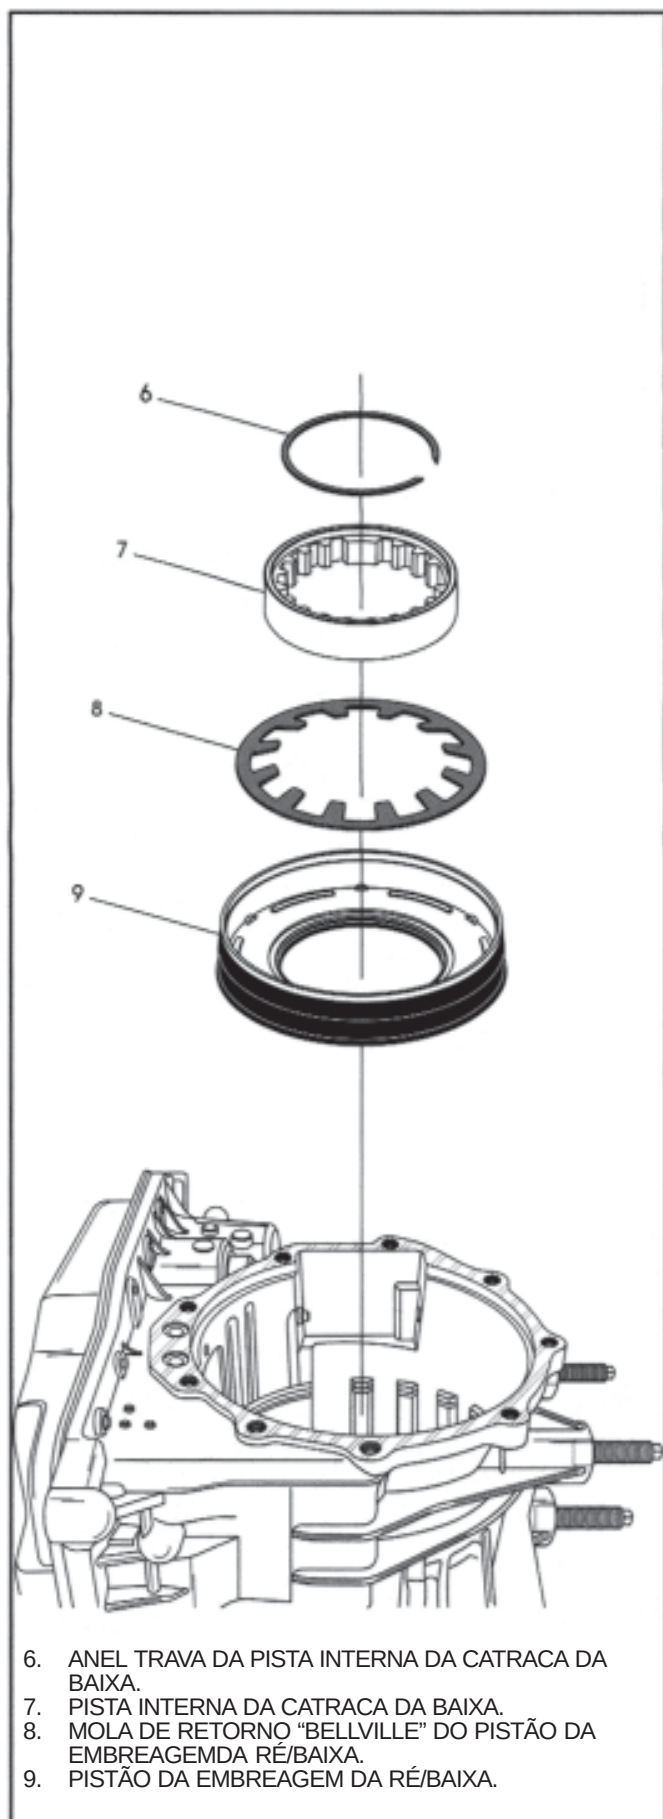

Figura 165
26. Gire a transmissão de forma que a superfície da tampa externa esteja voltada para cima, conforme ilustrado na Figura 165.
27. Lubrifique e instale o pistão moldado da embreagem da ré/baixa, conforme ilustrado na Figura 165.
28. Instale a mola de retorno "Bellville" do pistão da embreagem da ré/baixa, conforme ilustrado na Figura 165.
29. Instale a pista interna da catraca da baixa, conforme ilustrado na Figura 165.
30. Instale o anel trava de retenção da pista da catraca da baixa, conforme ilustrado na Figura 165, e confira se está totalmente assentado na ranhura.